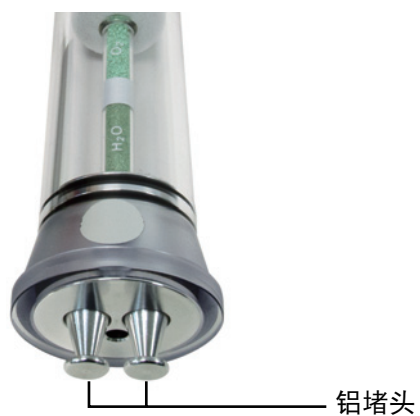

图 27. 从过滤器拆下铝堵头
- 3 从包装中取出过滤器，然后从过滤器底部拆下两个铝堵头（图 27）。